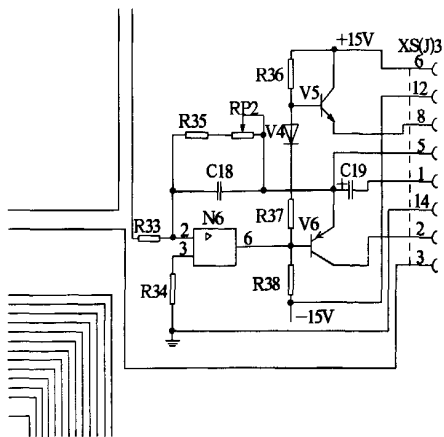

图 3 俯仰激磁信号发生器电路图
因为方位和俯仰激磁信号采用相同的电路设计，将方位和俯仰环节调换，轴角箱 XS(J) 2、XS(J) 3 插头互换后故障现象由方位变化到俯仰。由轴角板电原理图分析（方位和俯仰激磁信号发生器部分电路如图 3 和 4 所示），晶体振荡器、分频电路、选频电路为方位和俯仰激磁信号的公共电路，所以这部分可以确定是没有问题的；而剩下的只有功率放大电路了，它包括一级放大（方位和俯仰分别由 V2、V3 和 V5、V6 构成差分对放电路）和二级放大（方位和俯仰分别由 V9、V10 和 V11、V12 构成），从而故障确定在两级放大电路。